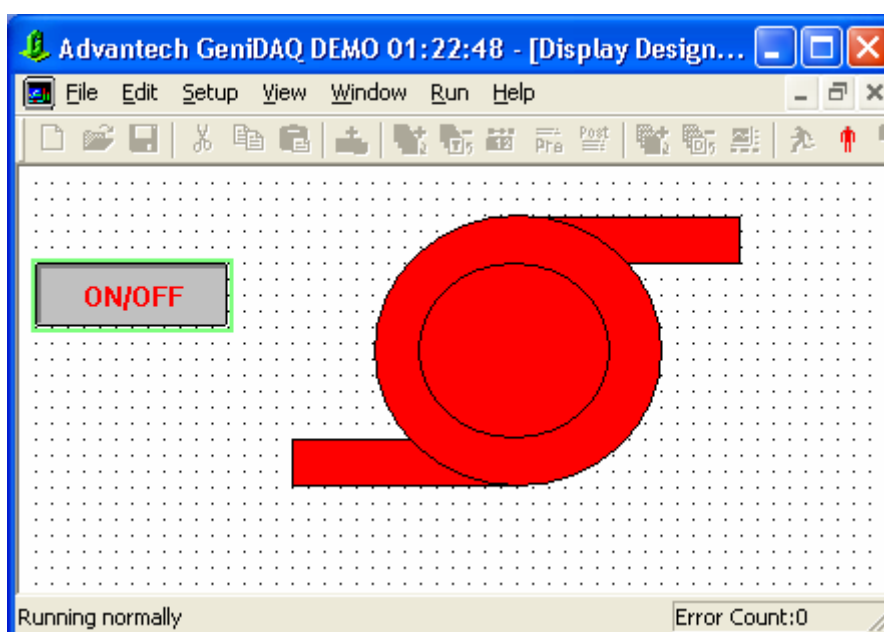

Рис. 4.52. Работа приложения
4. *Четвертое действие.* Сохраните созданный проект (стратегию) аналогично тому, как это делалось на занятии 1. Запустите созданный проект с помощью кнопки **Start** на панели инструментов (рис. 4.52). Понажимайте на кнопку с двумя состояниями — цвет графического объекта будет меняться при каждом нажатии на кнопку. Остановите работу проекта с помощью кнопки **Stop** на панели инструментов.